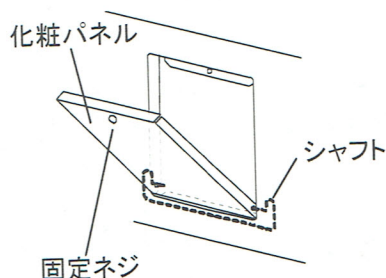

図 15
1. 自記温度記録計の取付位置にある化粧パネルの固定ネジを外して、化粧パネルを手前に開いてください。その後、シャフトを左右に広げて、化粧パネルを外してください。(図 15)